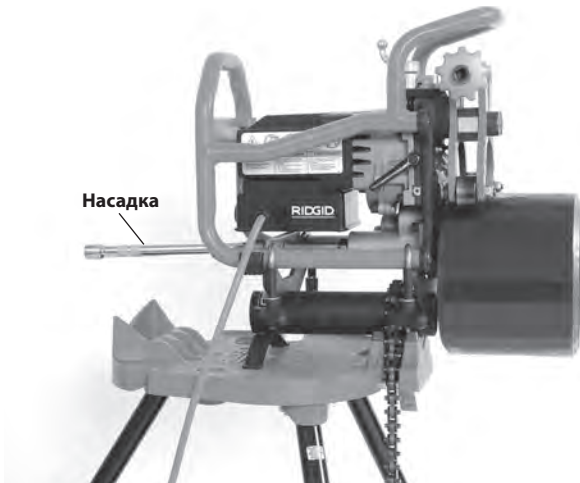

Рис. 10 – Закрепленный станок для снятия фаски, длина трубы меньше 12" и вес меньше 50 фунтов
8. Вставьте поставляемую приводную насадку длиной 10" и диаметром 1/2" в ведущий вал станка для снятия фаски (см. Рис. 10).
9. При скашивании кромки на трубе длиной менее 12" (300 мм) и весом менее 50 фунтов (22 кг) опора для удержания трубы не требуется, поскольку станок и переносные трубные тиски TRISTAND устойчивы и надежно закреплены. Труба устанавливается непосредственно на ведущий ролик и крепится направляющими роликами (Рис. 10).
Проверьте, что станок для снятия фаски, опоры для трубы и сама труба правильно подготовлены к работе (см. Рис. 10, 12 и 13).